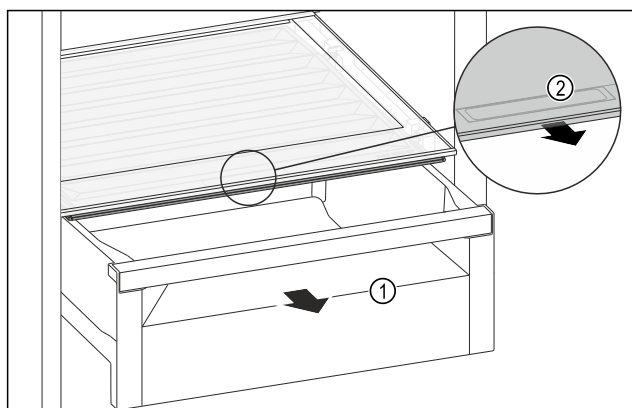

Fig. 174
- ▶ Tërhiqni jashtë sirtarin Fig. 174 (1).
- ▶ Kapni dorezën e futur Fig. 174 (2) në kapakun e ndarjes dhe në të njëjtën kohë tërhiqni përpara kapakun e ndarjes.